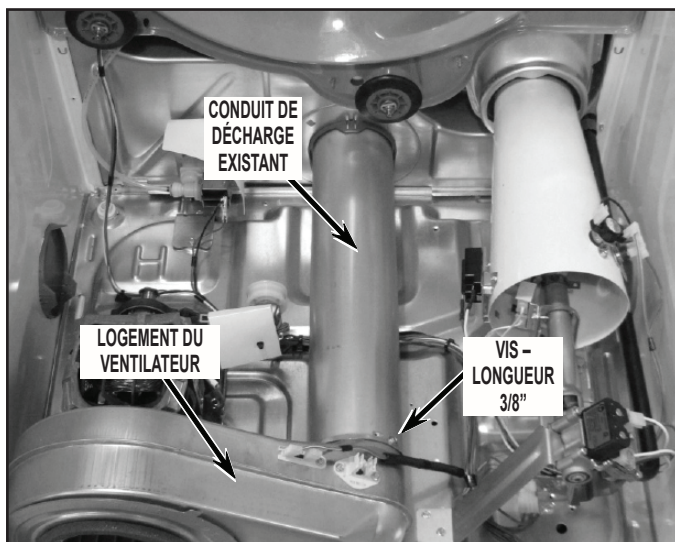

FIGURE 18 (ILLUSTRATION POUR UNE SÉCHEUSE À GAZ)
20. Déposer le conduit de décharge existant – ôter la vis (longueur 3/8") qui fixe le conduit de décharge à la sortie du logement du ventilateur; voir la *Figure 18*.